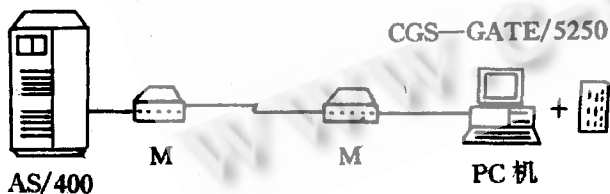

图 4 AS/400 系统远程仿真终端连接方式 1
1. 通过 AS/400 主机系统 6152 通讯适配器的 RS232/V24 接口,MODEM 与远程 PC 机端的 MODEM 连接,远程端的 PC 机需加插一块远程通讯卡(例如 CGS-GATE/5250 等),并运行相应的驱动软件(图 4)。